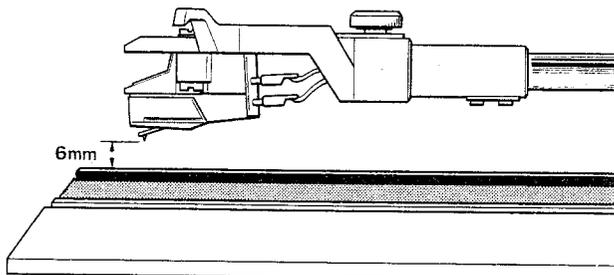
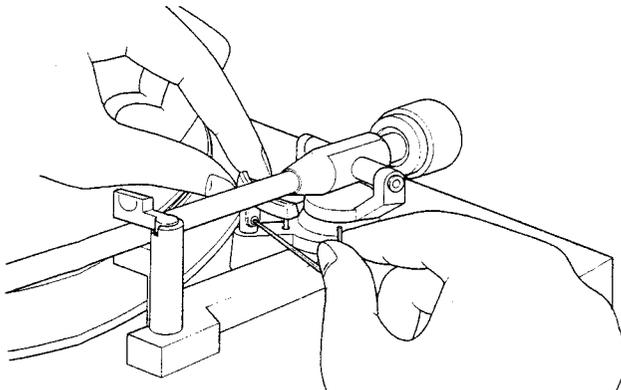

Abb. 1
Abb. 2
- Prüfen Sie nach, ob der Abstand zwischen der Nadelspitze und der Plattenoberfläche 6 mm beträgt. Wenn der Abstand zu groß oder zu klein ist, justieren Sie die Höhe durch Drehen der im Tonarmlift liegenden M2,5 x Sechskantschraube mit einem Sechskantschlüssel (Abb. 1, Abb.2), wie es in der Abbildung gezeigt ist.